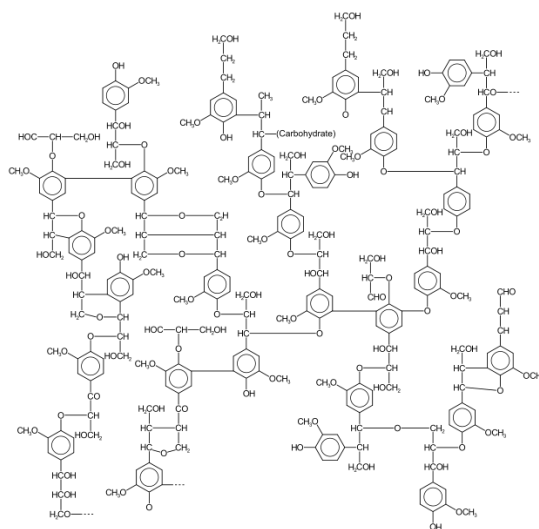

Abbildung 5: Beispiel einer Ligninstruktur
- Aus wie vielen Einheiten besteht die Struktur auf Abbildung 5? (2 Punkte)
- Wie viele Moleküle Cumarylalkohol sind in der Struktur von Abbildung 5 verarbeitet? (2 Punkte)